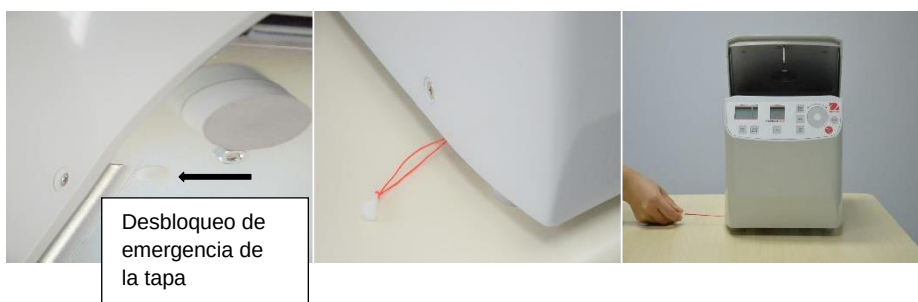

Figura 34
Proceda como se indica a continuación (véase la figura 34):
- En el lado derecho de la centrífuga (**FC5706P**) hay un tapón de plástico. En la **FC5707** el tapón está en el lado izquierdo (véase la figura 34). Retire este tapón, que está conectado al cierre de la tapa, horizontalmente de la carcasa hasta que se abra la tapa de la centrífuga.